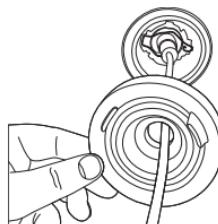

図5
- Assemble the gasket on the LED4 burner and ensure it is in the correct position as shown in Figure 5.
- LEDバルブのコードをダストカバーに通して、ダストカバーを元に戻します。正しい位置に取り付けられたか、ぐらつきがないか確認してください(図5参照)。
- 将垫圈组装在LED4灯体上，确保其处于适当位置，如图5所示。